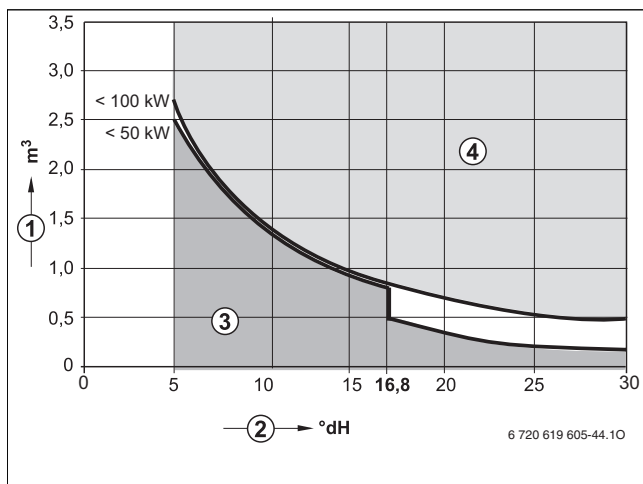

Рис. 13 Требования к воде для заполнения отдельного котла мощностью до 100 кВт
- Заполняйте систему только чистой водопроводной водой (учитывайте график на рис. 13).
- Если фактически необходимое количество воды для заполнения системы больше, чем объём воды за весь срок службы ( $\rightarrow$  рис. 13), то необходимо провести обработку воды. При этом можно использовать только разрешённые фирмой Buderus химикаты, средства для обработки воды и др.